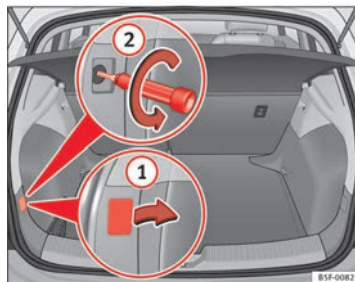

Abb. 151 Gepäckraum:
- Hebeln Sie die Abdeckung an der Aussparung mit dem flachen Teil des Schraubendrehers ab und entfernen Sie die Abdeckung ⇒ Abb. 151 ①.
- Lösen Sie mit einem Schraubendreher die dahinterliegende Schraube im Gegenuhrzeigersinn (Pfeil) ⇒ Abb. 151 ②, und nehmen Sie diese vorsichtig heraus.